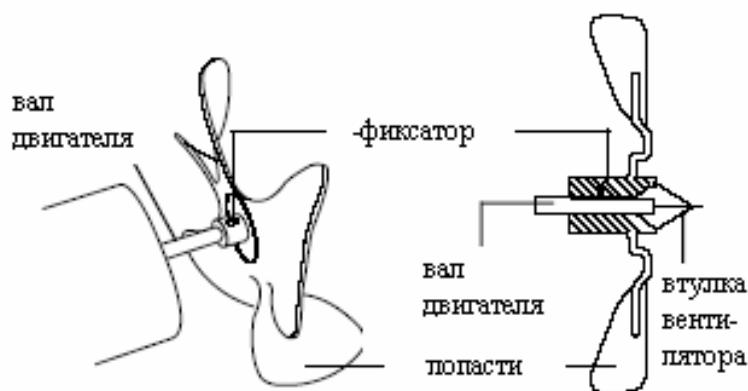

Рис. 17 Поперечный разрез вентилятора
2. Снимите вентилятор (см. рис. 17)
8. Установите вентилятор (см. рис. 17)
6. Наденьте вентилятор на вал двигателя так, чтобы его втулка была ровень с концом вала двигателя (см. рис. 17).